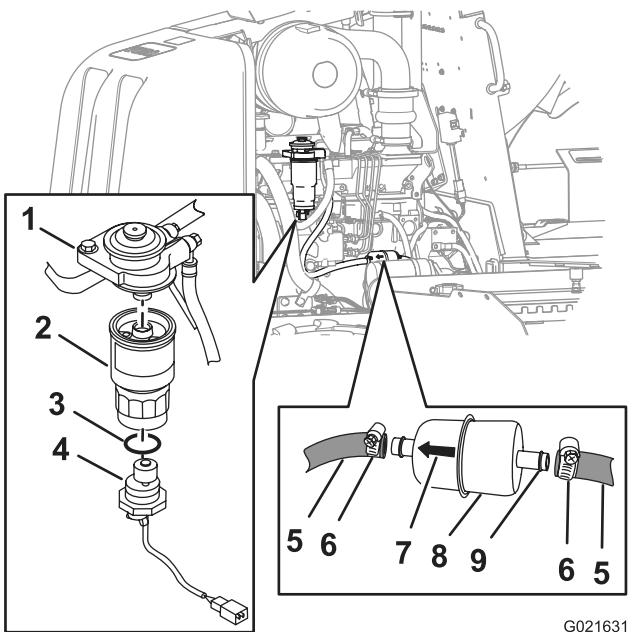

Figure 55
- C. Saisissez fermement l'élément filtrant secondaire et tournez le capteur d'eau dans le sens antihoraire, puis déposez le capteur d'eau (Figure 55).
D. Saisissez fermement l'élément secondaire du filtre à carburant, tournez-le dans le sens antihoraire et déposez-le de l'adaptateur (Figure 55).
- Alignez l'élément secondaire neuf sur l'adaptateur du filtre (Figure 55).
- Glissez le joint torique neuf sur le capteur d'eau (Figure 55).
- Alignez le capteur d'eau au bas de l'élément secondaire (Figure 55).
- Saisissez fermement l'élément secondaire et tournez le capteur d'eau à la main dans le sens horaire jusqu'à ce qu'il soit serré (Figure 55).
- Desserrez les colliers et détachez le préfiltre des flexibles de carburant (Figure 55).
- Alignez le préfiltre neuf sur les flexibles en dirigeant la flèche imprimée sur le filtre vers l'avant (Figure 55).
- Branchez les flexibles au raccord du préfiltre et serrez les colliers (Figure 55).